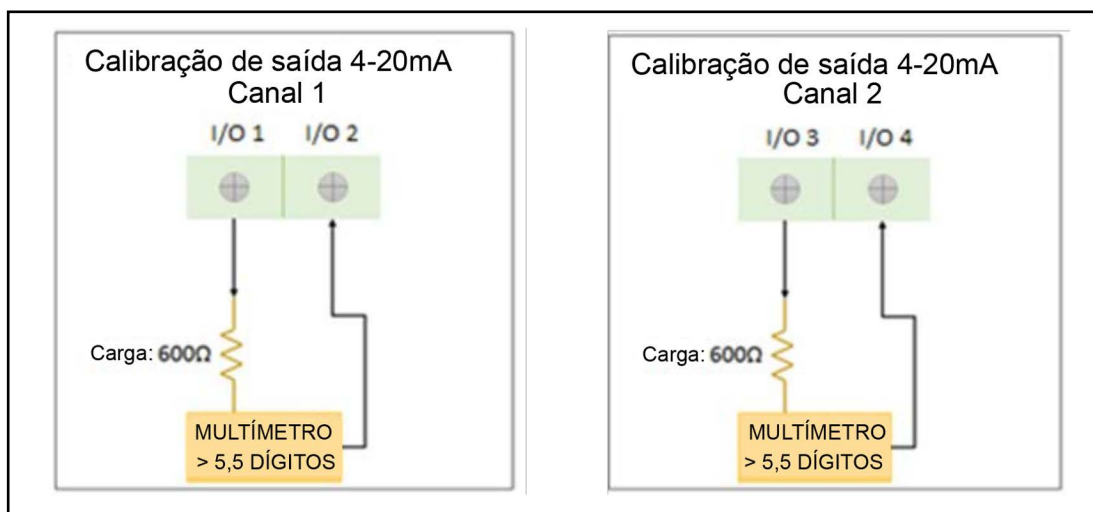

Figura 38: Ligações do Canal 1 e Canal 2 da saída analógica de I/O opcional
1. Ligue a saída analógica como em Figura 38.
2. Ligue (ON) o multímetro (se utilizado) e configure-o para medir corrente (mA) CC. Ligue o cabo de teste do lado positivo (Canal 1 de saída analógica: **I/O 1**) ou (Canal 2 de saída analógica: **I/O 3**) da saída analógica I/O opcional para o terminal positivo do multímetro e o cabo negativo para o terminal negativo (Canal 1 de saída analógica: **I/O 2**) ou (Canal 2 de saída analógica: **I/O 4**).